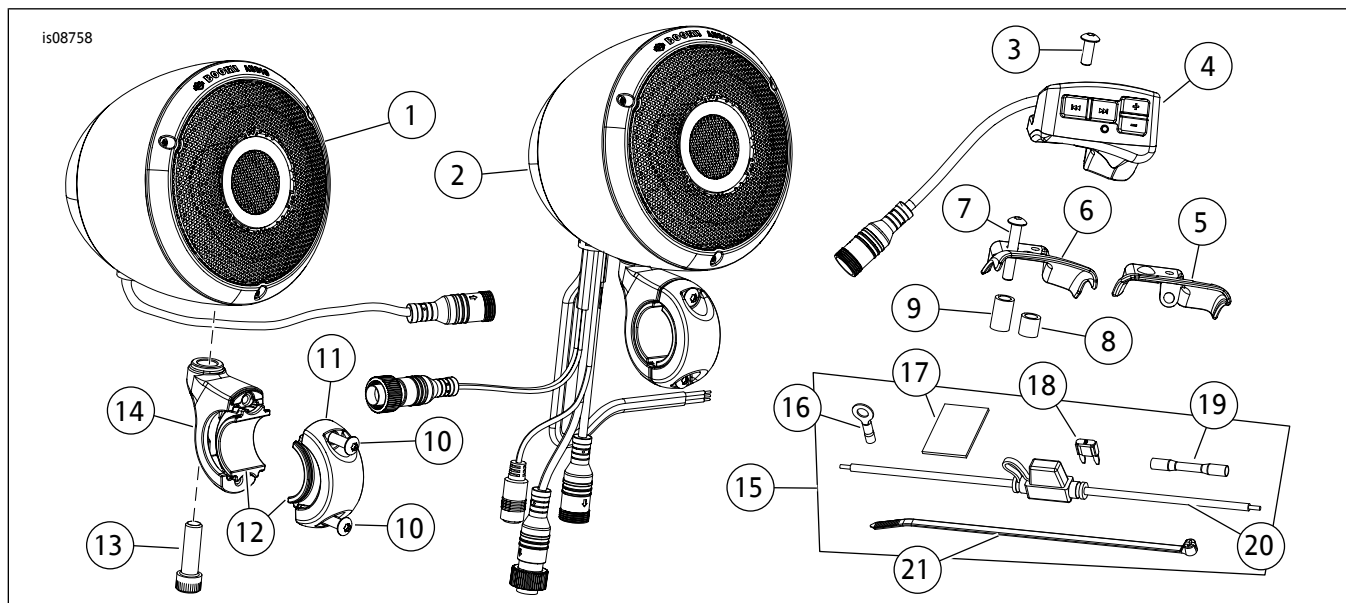

图7。维修零件：把手安装式扬声器套件
- 参见图7。扬声器舱(2)具有五个电气连接器，安装在把手的刹车侧。扬声器舱(1)具有一个电气连接器(1)，安装在离合器侧。
1. 参见图7。将扬声器置于之前确定的位置。某些车型可能需要重新定位离合器拉索。在所有夹紧螺丝(10和13)上加几滴蓝色Loctite。使用夹具(14和11)与螺丝(10)将扬声器固定至把手。拧紧螺丝(10)至4.5-6.8牛米(40-60英寸磅)。拧紧螺丝(13)至20-27牛米(180-240英寸磅)。